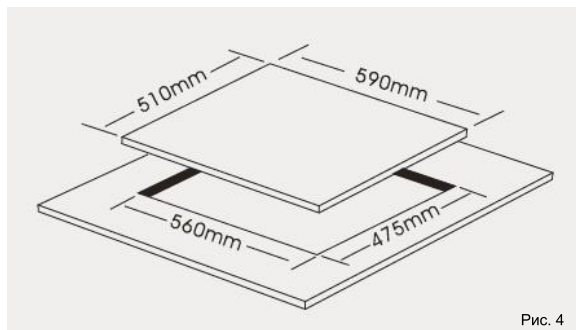

Рис. 4
1) Выпилить в столешнице отверстие, размеры указаны в таблице. Пример соответствия размеров готовой панели и размерам установки указаны на рис. 4.